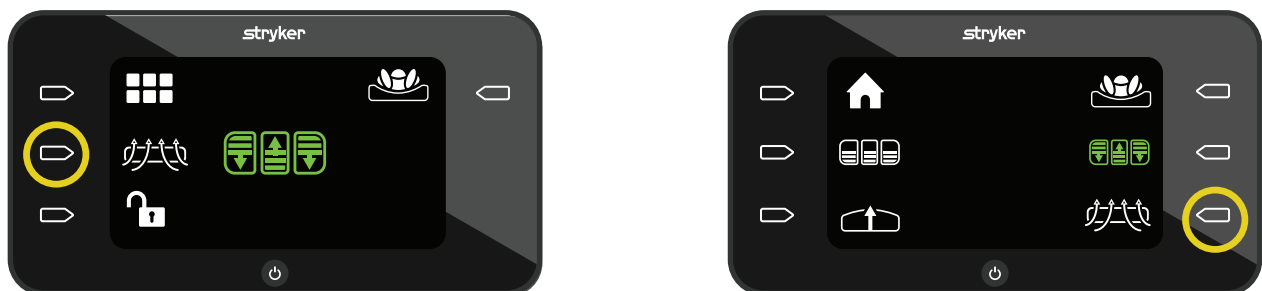

Afbeelding 35 – AST-modus aan
2. Druk op de **actieknoop** naast het pictogram **AST-modus** om de AST-modus te stoppen (Afbeelding 35).